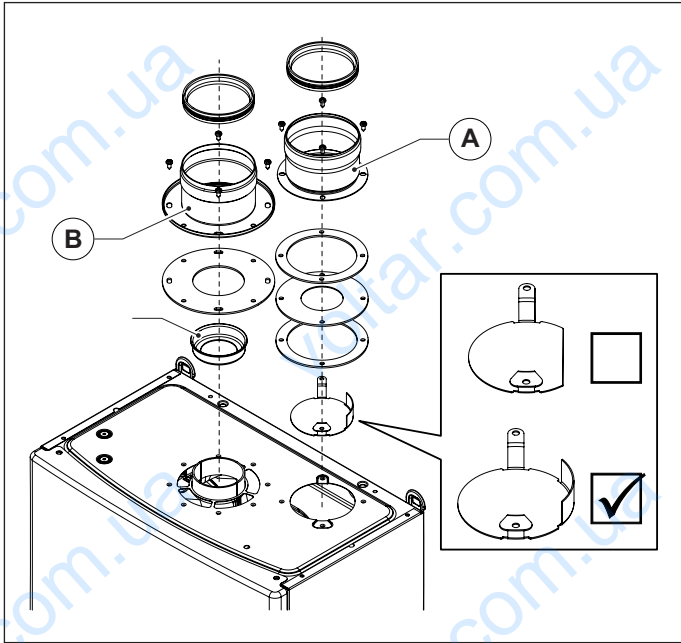

Рис. 8 Комплект для раздвоения OSDOPPIA13
- Смонтируйте соответствующий дефлектор воздуха (смотри Рис. 8 Комплект для раздвоения OSDOPPIA13).